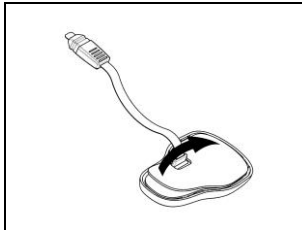

Abb. 25
- Entfernen Sie den auf der Rückseite der Tastenvorrichtung angebrachten Schutzfilm indem Sie die eigens dafür vorgesehene Lasche verwenden (Abb. 25).